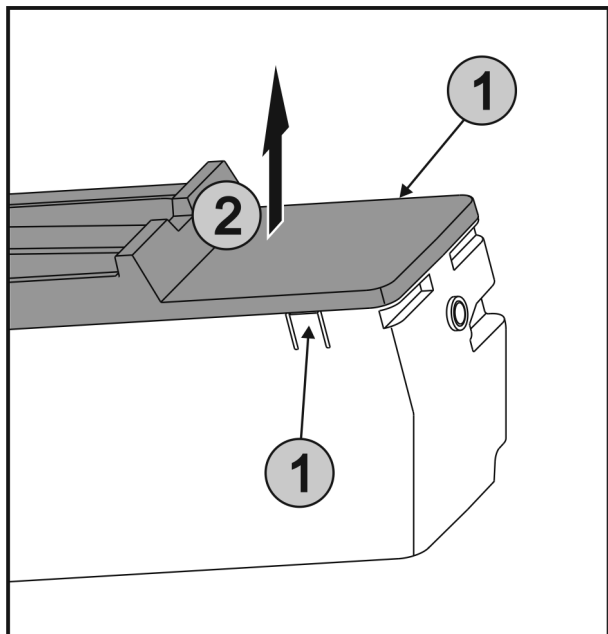

Fig. 71
- ▶ Premere contemporaneamente le linguette Fig. 71 (1) su entrambi i lati di EasyTwist-Ice e rimuovere la copertura sollevandola verso l'alto Fig. 71 (2).